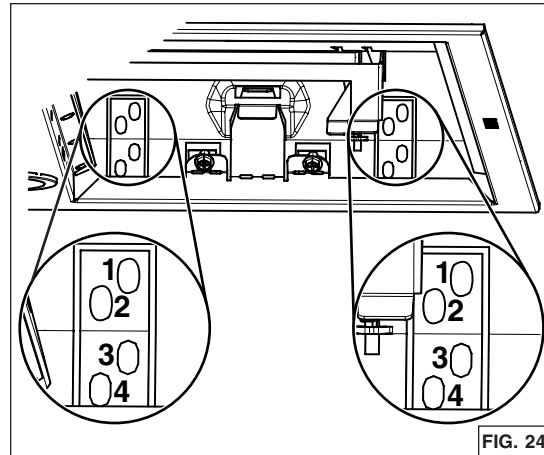

FIG. 24
- Levantar la campana hasta que su borde quede en la base del gabinete. Sujetar la campana al gabinete usando 4 tornillos para madera n° 8 x 5/8 pulg. incluidos en la bolsa de piezas (2 tornillos a cada lado). Usar los orificios superiores o inferiores (1, 2, 3 o 4) (FIG. 24).